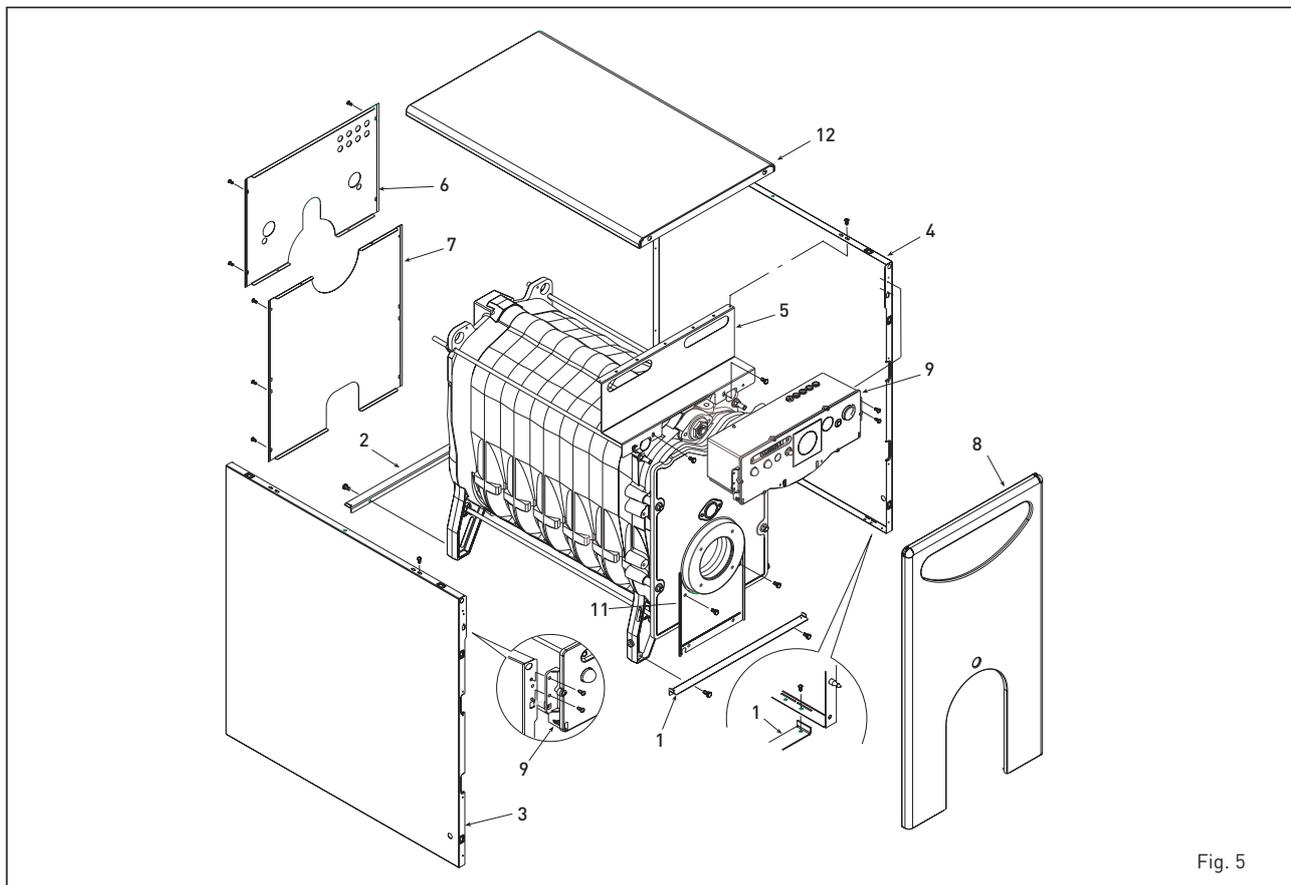

Fig. 5
2.5 MONTAGE DE LA JAQUETTE "RONDÒ ErP BE" (fig. 5)
Le montage des composants de la jaquette doit être réalisé selon le déroulement ci-dessous indiqué (fig. 5):